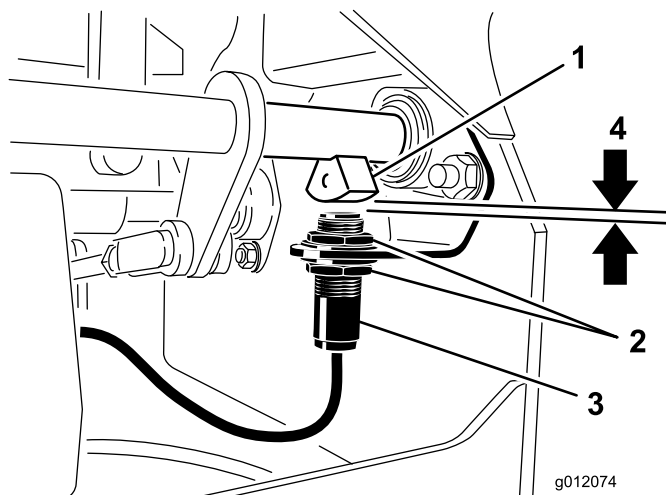

図 57
4. ブレーキ・シャフト・センサーとインタロック・スイッチのプランジャとの距離が 3.9 mm になるように、スイッチの位置を上下させて調整する(図 57)。